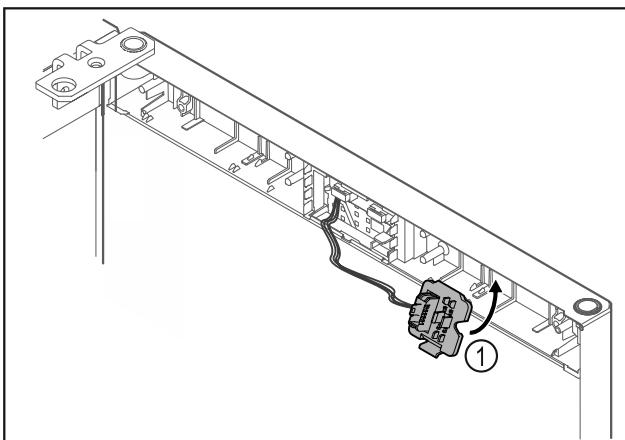

Fig. 18
- Κουμπώστε το στήριγμα του φις Fig. 18 (1) στην απέναντι πλευρά.